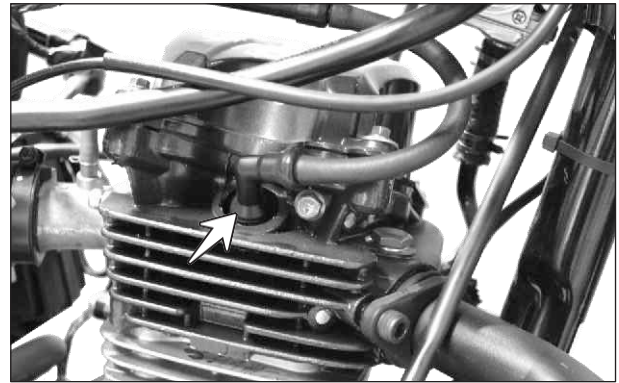

Fig. 2.26
- Desconecte el capuchón de la bujía y retire la bujía (Fig. 2.26)